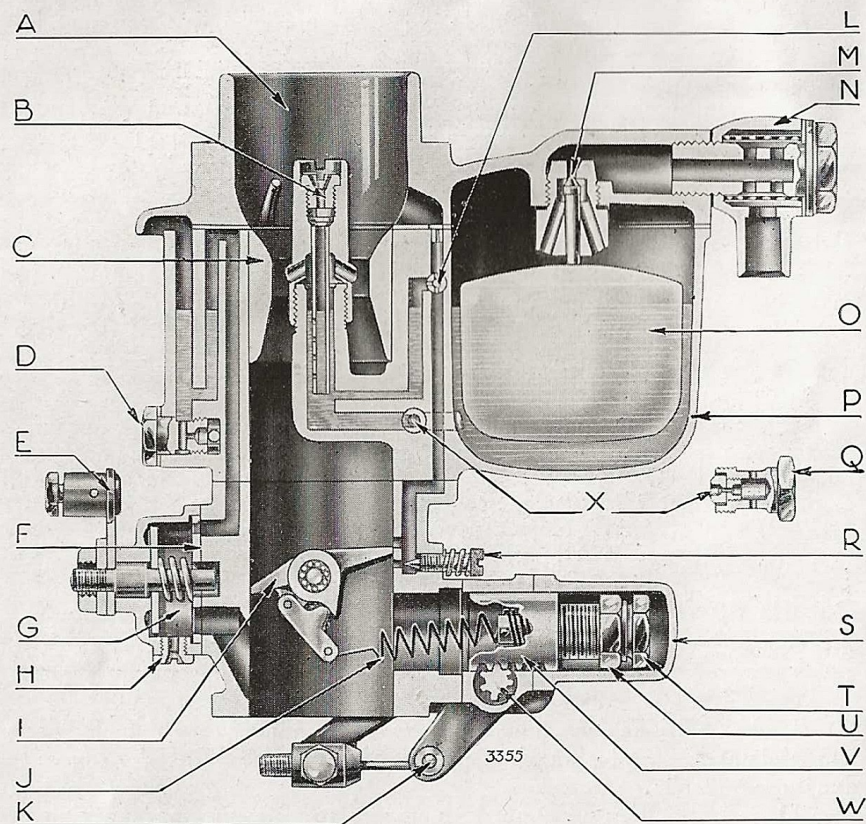

Fig. 15. — Coupe du Carburateur.
Détails de fonctionnement du "bistarter" (figure 15).
- 1° Le diamètre du gicleur de ralenti "L" (fig. 15).
- 3° La vis de réglage "R" (fig. 15) qui permet de faire varier la richesse du mélange.
Le régulateur est constitué par le papillon, de forme spéciale " I " tiré par un ressort (fig. 15) ce qui provoque l'ouverture du papillon lorsqu'on appuie sur l'accélérateur.